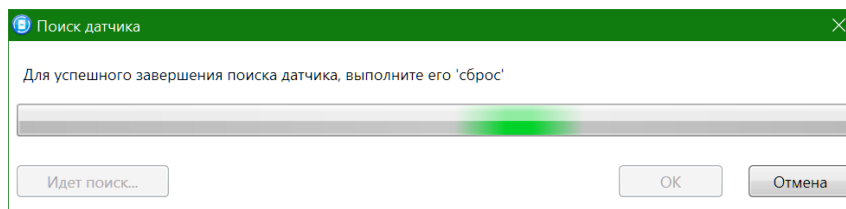

Рис. 5.35. Выбор периода тестов радиоустройства
- После нажатия кнопки *ОК* начнется поиск радиоустройства контроллером в течение 30 секунд (Рис. 5.35). Для того чтобы радиоустройство было найдено контроллером, его состояние должно быть сброшено. Для новых радиоустройств выполнять сброс не требуется (их состояние является сброшенным). Для радиоустройств, использовавшихся ранее, необходимо выполнить сброс. У большинства моделей радиоустройств Ладога-РК он выполняется путем замыкания перемычки сброса на плате. Подробные сведения о сбросе состояния радиоустройств см. в документации к ним.